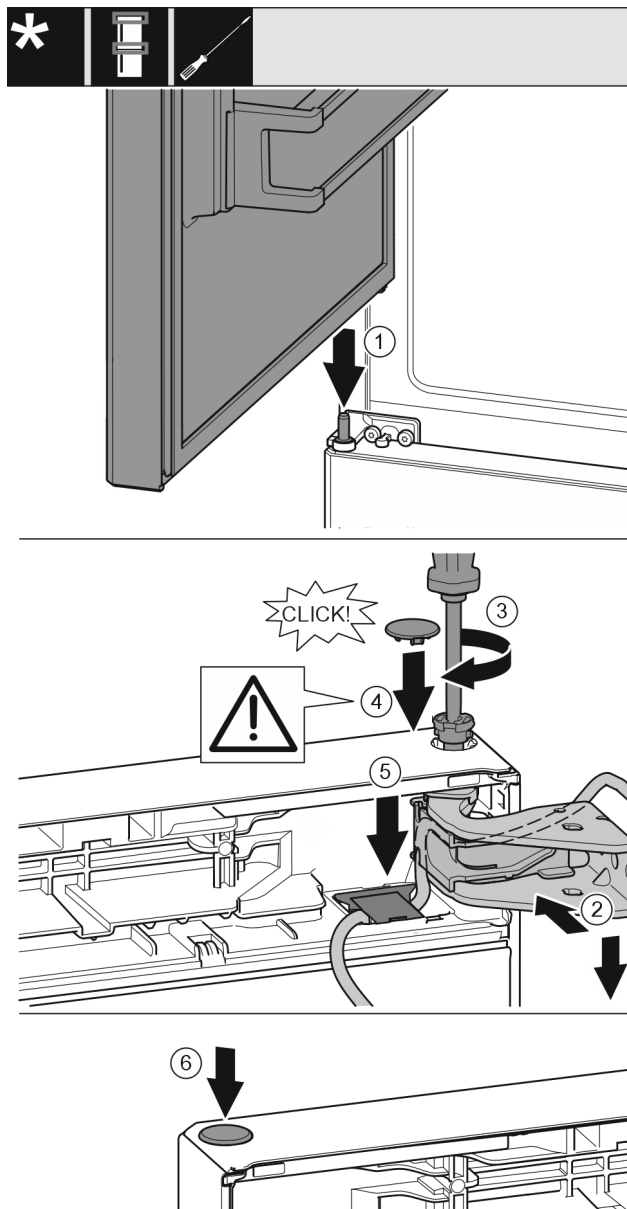

Fig. 42
- ▶ Futni derën lart mbi kunjin e kapjes në mes Fig. 42 (1)
- ▶ Niveloni derën lart në bazamentin mbështetës për hapjen e saj. Fig. 42 (2)
- ▶ Futni bulonat dhe mbërthejini me një kaçavidë T15. Fig. 42 (3)
- ▶ Montoni kapakun mbulues të siguresës për sigurimin e derës: Futni kapakun mbulues të siguresës dhe kontrolloni nëse ai puthitet mbi derë. Nëse jo, futeni bulonin plotësisht. Fig. 42 (4)
- ▶ Vendosni sërish në vend kapakun mbulues dhe shtypjeni për poshtë derisa të mbërthehet në vend. Fig. 42 (5)
- ▶ Vendosni tapat në vend. Fig. 42 (6)